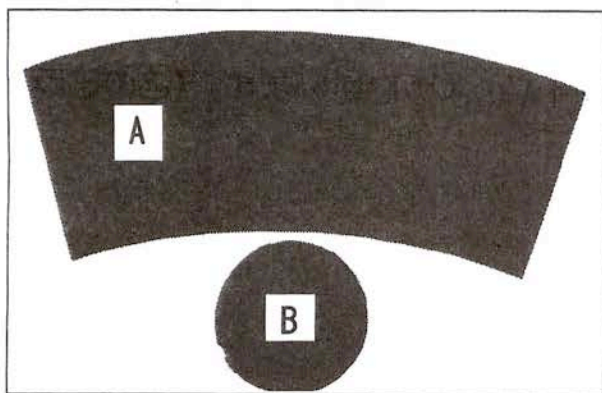
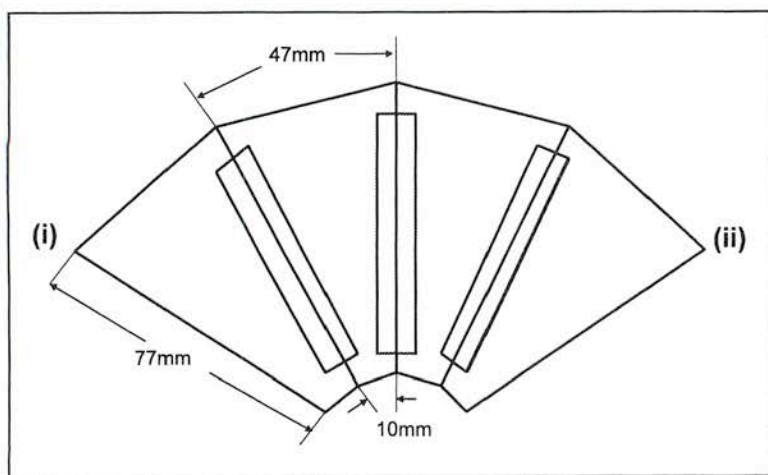

図1 紙コップの内面を黒くするために黒の色画用紙でA, Bを2組作る。
図2 ポリカーボネイトミラー (厚み0.5mm) で四角錐ミラーをつくる。
1. 黒色（つや消し）の画用紙で図1（A, B）のような形の紙を2組作ります（紙コップの内面に入れて反射防止に用います）。Aは側面用で、Bは底用です。A, Bを紙コップ（a）と（b）の2個の内面に、両面テープで紙コップから外れないように取り付けます（図2）。
2. ポリカーボネイトのミラーを切り、図2のようなミラー片を4枚作ります。このミラーの裏側を上にして、机の上に並べます。その時、ミ
ラーの隙間を約0.5~1mm あけて置きます (図2)。そして、ミラーの裏側をセロテープではります (図2)。ミラーの保護膜を取り除き、ピカピカ光っている方を中側にして、(i)と(ii)が合うように四角錐に折り曲げ、両端(iとii)をセロテープでとめます。(この四角錐ミラーは実験3で用います。)